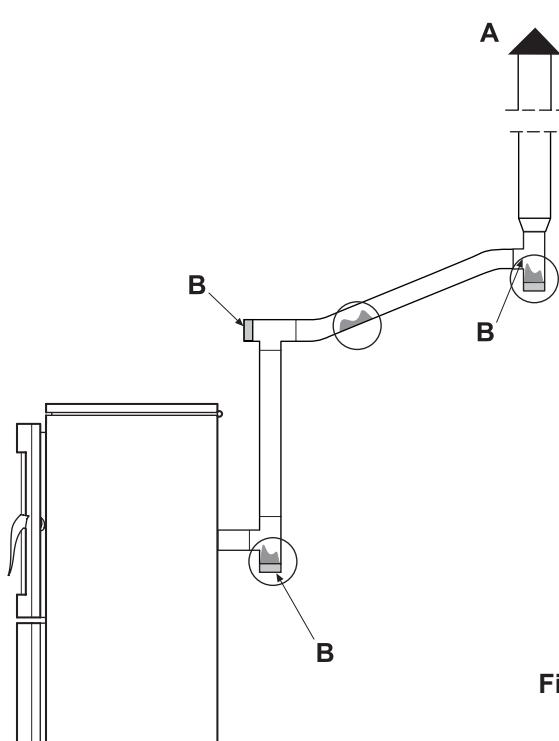

Fig. 8.2.5
Se esistono dei tratti orizzontali, è necessario verificare e asportare l'eventuale deposito di cenere e fuliggine prima che le stesse otturino il passaggio dei fumi (Fig. 8.2.5).
- A) Windproof chimney top (Fig. 8.2.5).
B) Inspection. (Fig. 8.2.5).
Sollten horizontale Rohrstrecken vorhanden sein, müssen diese rechtzeitig auf eventuelle Aschen- und Russablagerungen geprüft bzw. diese entfernt werden, bevor sie den Rauchdurchgang verstopfen (Abb. 8.2.5).